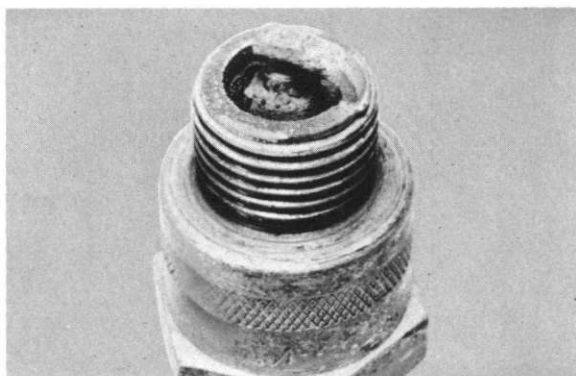

Fig. 5-9
3. If the porcelain is burned white and/or the electrodes are partially burned away, replace the plug with a colder-type as required. (Fig. 5-9)
3. Si le cône central est blanc, et les électrodes légèrement perlées, il est peut-être nécessaire de monter des bougies plus froides. (Fig. 5-9)
3. Wenn der Kerzenstein weißgebrannt ist und/oder die Elektroden teilweise weggebrannt sind, ist die Zündkerze den Erfordernissen entsprechend durch eine kältere zu ersetzen. (Bild 5-9)